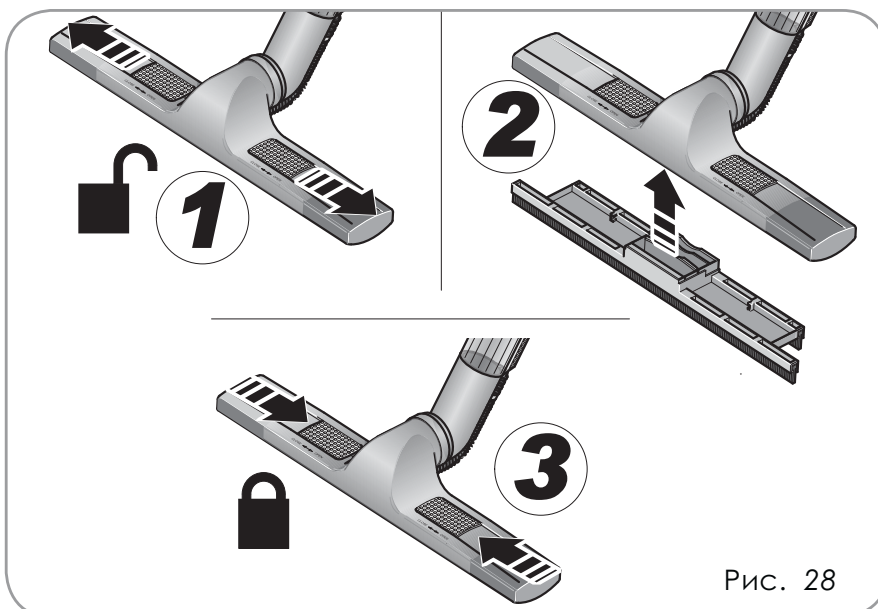

Рис. 28
Для того, чтобы правильно установить сменные блоки: разблокируйте крепежные элементы (1), установите сменный блок (2) и закройте крепежные элементы(3) (Рис.28).